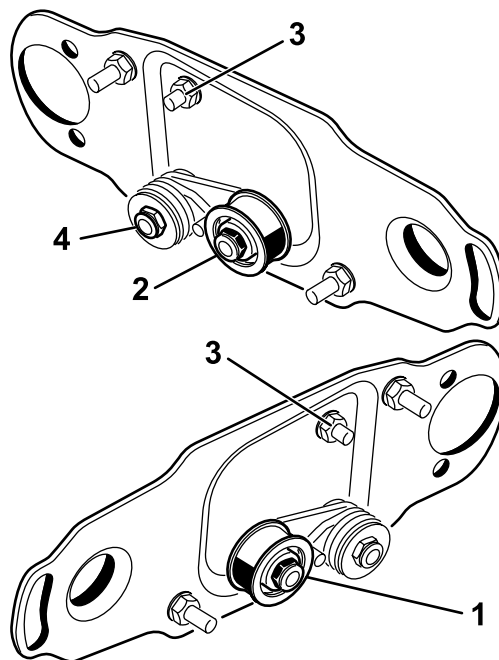

图 6
对于右侧后滚筒刷驱动图 1 和图 2 请将总轮皮带轮组件反向安装到滚刀组的右端图 6 如下所示
1. 从滚刀组左端卸下总轮皮带轮组件将其安装到滚刀组右端滚筒刷板的下孔中图 6。
2. 卸下托架螺栓和螺母然后将它们放入之前放置总轮皮带轮的上孔中图 6。